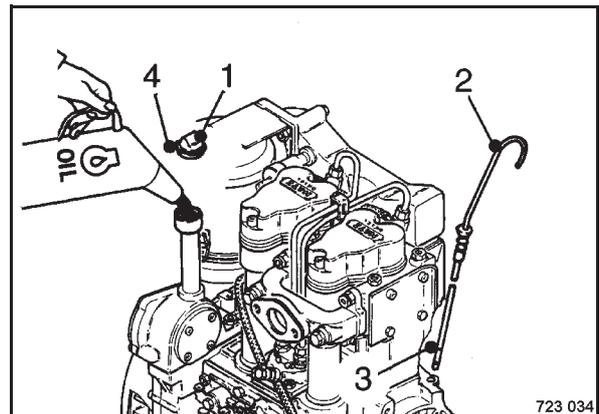

Bild 116
- Verschlußdeckel 1 (Bild 116) abschrauben
- Neues Motoröl in Öleinfüllöffnung einfüllen bis zur "MAX-Markie (3) des Ölmeßstabes (2) einfüllen.
- Dichtring (4) des Verschlußdeckels prüfen, ggf. ersetzen.
- Verschlußdeckel (1) wieder festschrauben.